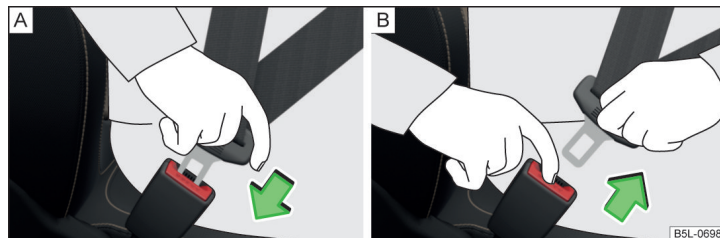

Bild 5 Spänna fast/ta av säkerhetsbälte
- Stick in låstungen i bälteslåset » bild 5 - [A] för stolen tills den klickar fast.
- › Ta tag i låstungen och tryck in den röda knappen i bälteslåset » bild 5 -  så att låstungen hoppar ut.